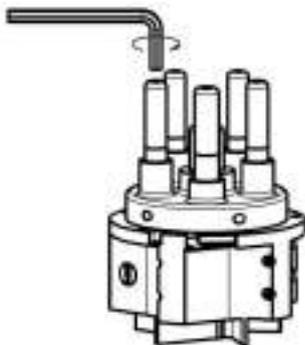

Abb.69: Kontaktstift lösen
1. Kontaktstift mit Innensechskantschlüssel aus der Halterung lösen und entfernen (Abb. 69).